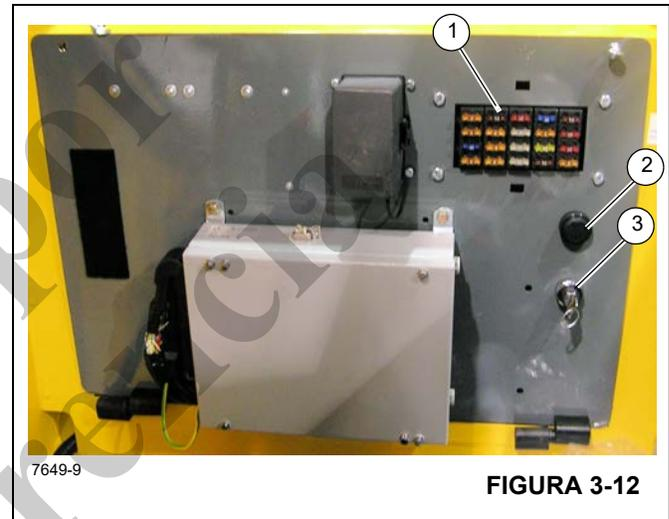

FIGURA 3-12
El tablero de fusibles (1) (Figura 3-12) se encuentra detrás del asiento de la cabina en el conjunto de tablero de relés y fusibles de la cabina. Contiene 20 fusibles que protegen los diversos componentes eléctricos de la grúa.
El interruptor de anulación de emergencia del RCL (3, Figura 3-12) es un interruptor accionado con llave que se encuentra dentro de la cabina del operador, en el conjunto del tablero, detrás del asiento del operador. Cuando se acciona (en sentido horario), el interruptor anula y evita que el RCL bloquee las tres funciones de la grúa (bajada de la